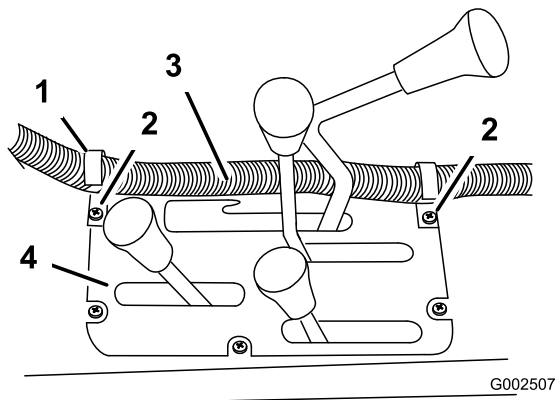

Figura 16
4. Monte os 2 grampos em forma de J na consola central nos pontos indicados em Figura 16 utilizando os parafusos existentes.